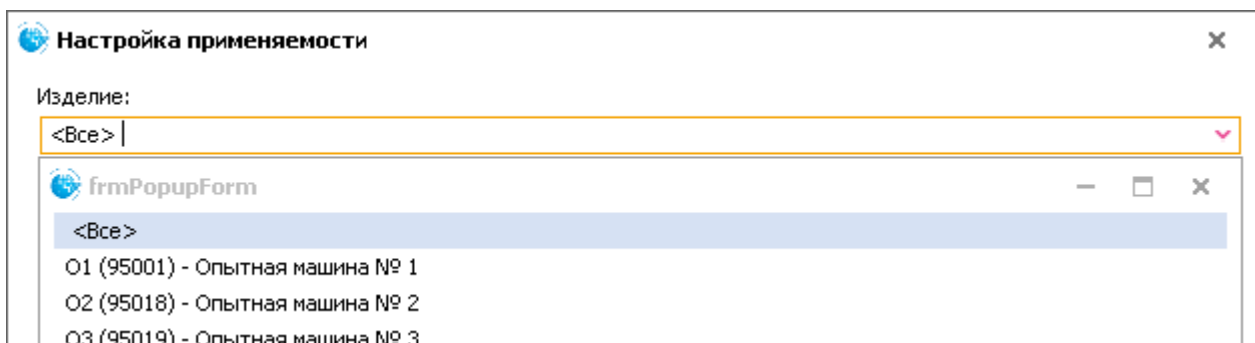

Рис. 220
- Из раскрывающегося списка поля **Изделие** выберите экземпляр изделия (Рис. 220). В списке представлены данные справочника экземпляров изделий.